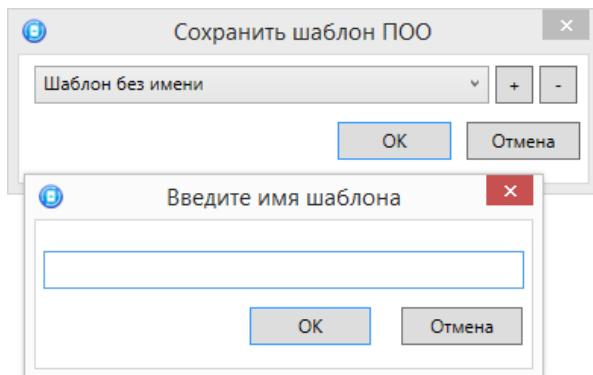

Рисунок 4.40 — Сохранение шаблона
- Сохранить шаблон настроек:* открытие окна *Сохранить шаблон ПОО* (см. рисунок 4.40), с помощью которого может быть сохранена конфигурация ПОО контроллера в качестве шаблона.